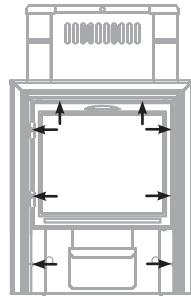

Рисунок 8. Расположение винтов для демонтажа дверцы при монтаже печей модели «Витра».
- 1) открутить саморезы 8 шт., которыми прикрепляется дверка с рамкой к топливному каналу и снять ее; (см. рисунок 8)